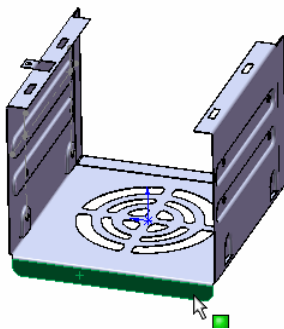

图 10-153 选择基准面
⑥ 选择基准面。单击如图 10-153 所示的面, 单击“标准视图”工具栏中的“正视图于”图标, 将该面作为绘制图形的基准面。